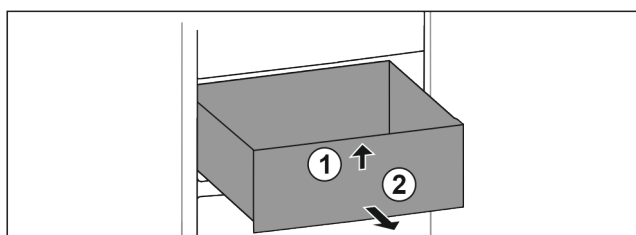

Fig. 96
- ▶ Levante el cajón por delante. Fig. 96 (1)
- ▶ Extraiga el cajón hacia delante. Fig. 96 (2)